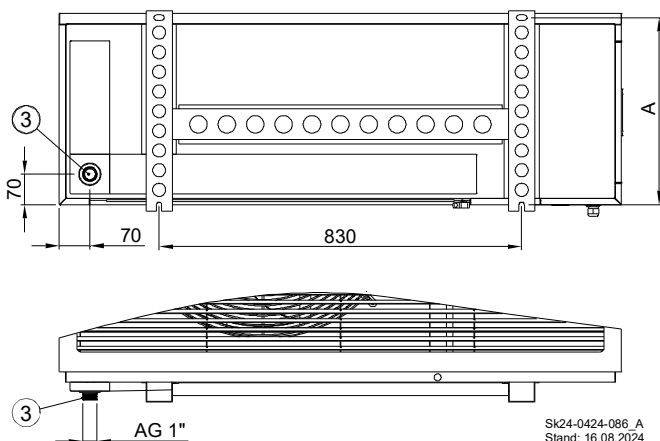

Abb. 17: Ansicht der Außeneinheit von unten und von vorne mit Kondensatablauf ③ (hinten links)
- ➔ Planen Sie einen ausreichenden Kondensatablauf an einer geeigneten Position unter der Außeneinheit (s. Abb. 17) gem. Kap. 3.10 ein.
- ➔ Planen Sie einen ausreichenden Kondensatablauf ③ an einer geeigneten Position unter der Außeneinheit (s. Abb. 17) gem. Kap. 3.10 ein.
Legende zu Abb. 17:
Der Kondensatablauf befindet sich an der Unterseite der Außeneinheit (s. Abb. 17).